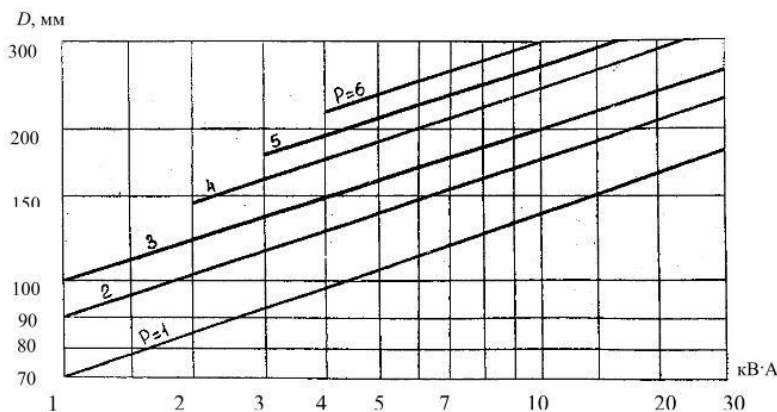

Рисунок 5 - Зависимость мощности асинхронного от внутреннего диаметра магнитопровода статора  $S_{дв} = f(D)$  при различных  $P$  (числе пар полюсов)
-Находим приблизительную полную мощность асинхронного двигателя  $S_{дв}$  по зависимости от внутреннего диаметра магнитопровода статора  $S_{дв} = f(D)$  и количества пар полюсов (см. рис. 5).